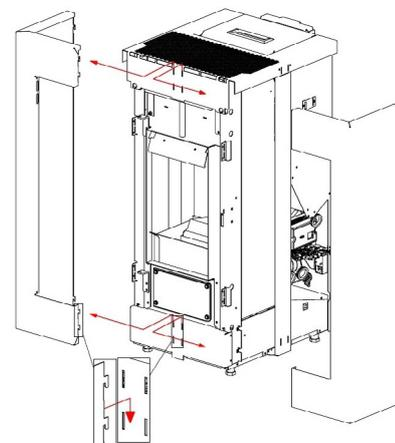

Fig. 40 - Aushaken der Seiten
- Die vorderen Seiten aushaken (siehe **Fig. 40 auf S. 22**).